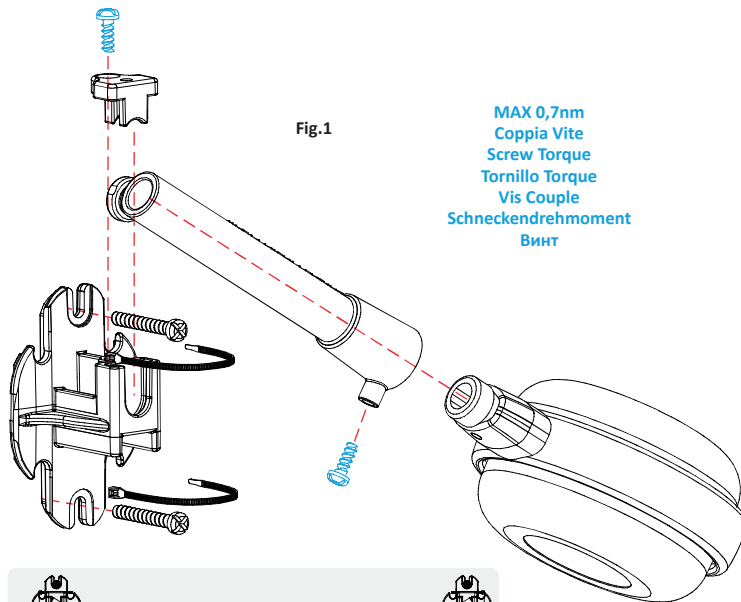

Fig.1
- Può essere fissato alle pareti di pozzetti e vasche tramite viti (non fornite), o ai tubi di mandata delle pompe a prescindere dal loro diametro tramite fascette fornite (Fig.1).
- You can fix it to wells and tanks walls by screws (not supplied), or to pumps delivery pipes of any diameter using the cable ties supplied (Fig.1).
- Se puede fijar a las paredes de pozos y tanques con tornillos (no suministrados) o a los tubos de impulsión de las bombas, independientemente de su diámetro, con las abrazaderas suministradas (Fig.1).
- Il peut être fixé aux parois des puits et des réservoirs au moyen de vis (non fournies), ou aux tuyaux de refoulement de pompes de tout diamètres en utilisant les colliers de serrage fournis (Fig.1).
- Das Zubehör kann mit Schrauben (nicht mitgeliefert) an den Wänden von Brunnen und Behältern oder mit den mitgelieferten Schellen an den Druckleitungen der Pumpen unabhängig vom Durchmesser befestigt werden (Abb.1).
- Могут быть закреплены на стенках колодцев и баков при помощи болтов (не входят в комплект поставки) или на нагнетательных трубах насосов, вне зависимости от их диаметра между имеющимися стяжками (Рис. 1).